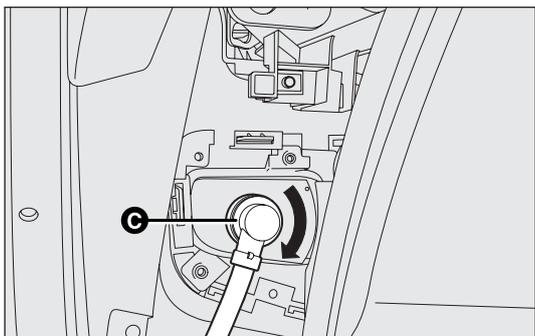

fig. 164
- retirer le capot de protection C-fig. 164 en tournant dans le sens contraire des aiguilles d'une montre ;
- remonter le couvercle/la douille C-fig. 164 en tournant dans les sens des aiguilles d'une montre en s'assurant du blocage correct ;